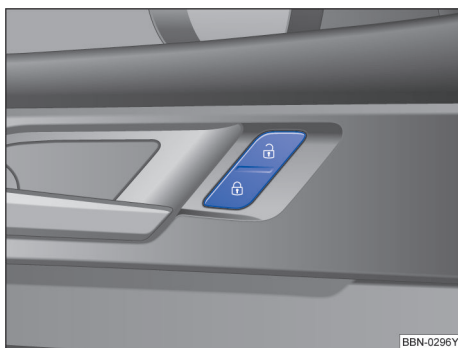

图 50 驾驶员侧车门内：中央门锁按钮
i 如短时间内反复按压汽车钥匙上的按钮→图 44 或中央门锁某个按钮→图 50，则中央门锁系统将暂时关闭，防止系统过载。然后汽车处于解锁状态约 30 秒钟。在此期间，若未打开车门或行李厢盖，随后汽车将自动闭锁。
按压按钮→ 图 50：
- 按压 🔓 按钮→ 图 50